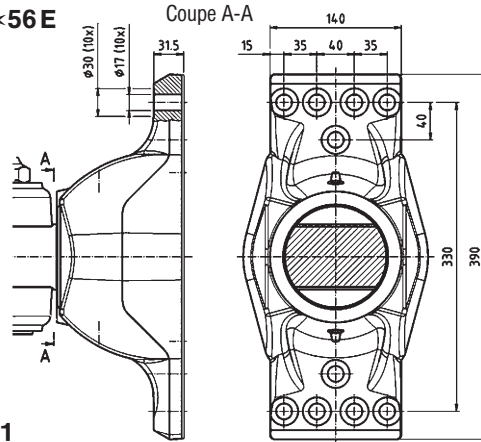

Fig. 1
- pour l'attelage RO\*56E une traverse pour poids lourd avec un entraxe (voir fig. 1) de 10x  $\varnothing 17$  est nécessaire